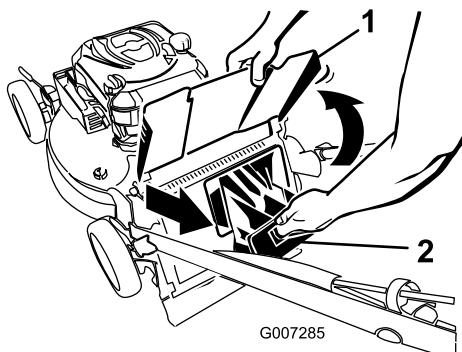

Figura 38
1. Levante y sujeté el deflector de descarga (Figura 38).
2. Saque el tapón de descarga trasero (Figura 38).